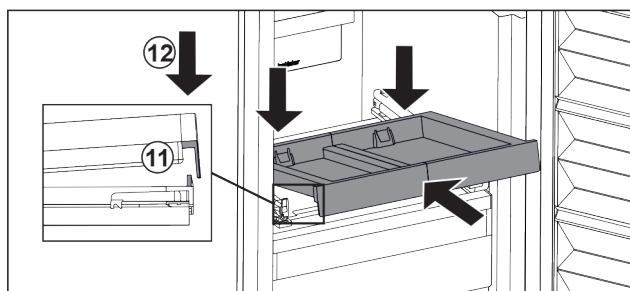

Fig. 104
- Inserire in modo inclinato. Assicuratevi che l'arresto sia dietro la linguetta su entrambi i lati. *Fig. 104 (11)*
- Abbassare il ripiano estraibile nella parte anteriore. *Fig. 104 (12)*